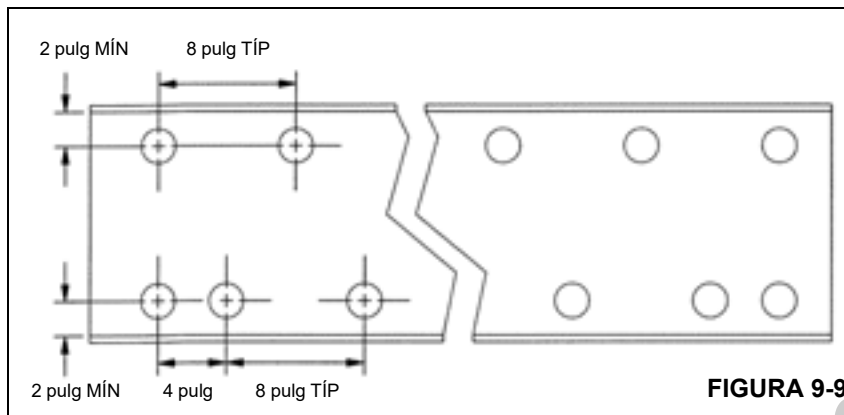

FIGURA 9-9
Vea la Figura 9-9 para el procedimiento recomendado de taladrado y empernado. Utilice pernos grado 8 de 5/8 pulg, taladre agujeros de 39/64 pulg de diámetro, instale los pernos y apriételos correctamente. Vea "Sujetadores y valores de apriete" en la página 1-7.
- Si el ángulo de refuerzo va a empernarse, taladre el patrón de agujeros e instale pernos según se muestra en la Figura 9-9. Refuerce las zonas recortadas de los colgadores de ballestas y la zona soldada, del refuerzo